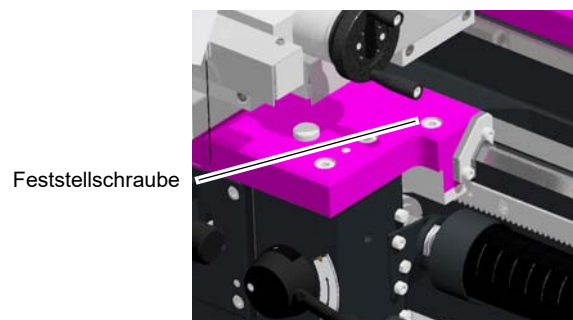

Abb.4-17: Bettschlitten Feststellschraube
- ➔ Lösen - oder Klemmen Sie die Klemmschraube am Bettschlitten in Abhängigkeit des verwendeten Vorschubs  „Abb.4-17: Bettschlitten Feststellschraube“ auf Seite 51